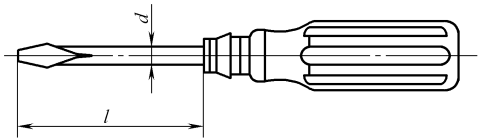

图 1-1 一字形螺钉旋具
1) 一字形螺钉旋具如图 1-1 所示。一字形螺钉旋具按旋杆与旋柄的装配方式，分为普通式（用 P 表示）和穿心式（用 C 表示）两种，其基本规格见表 1-2。